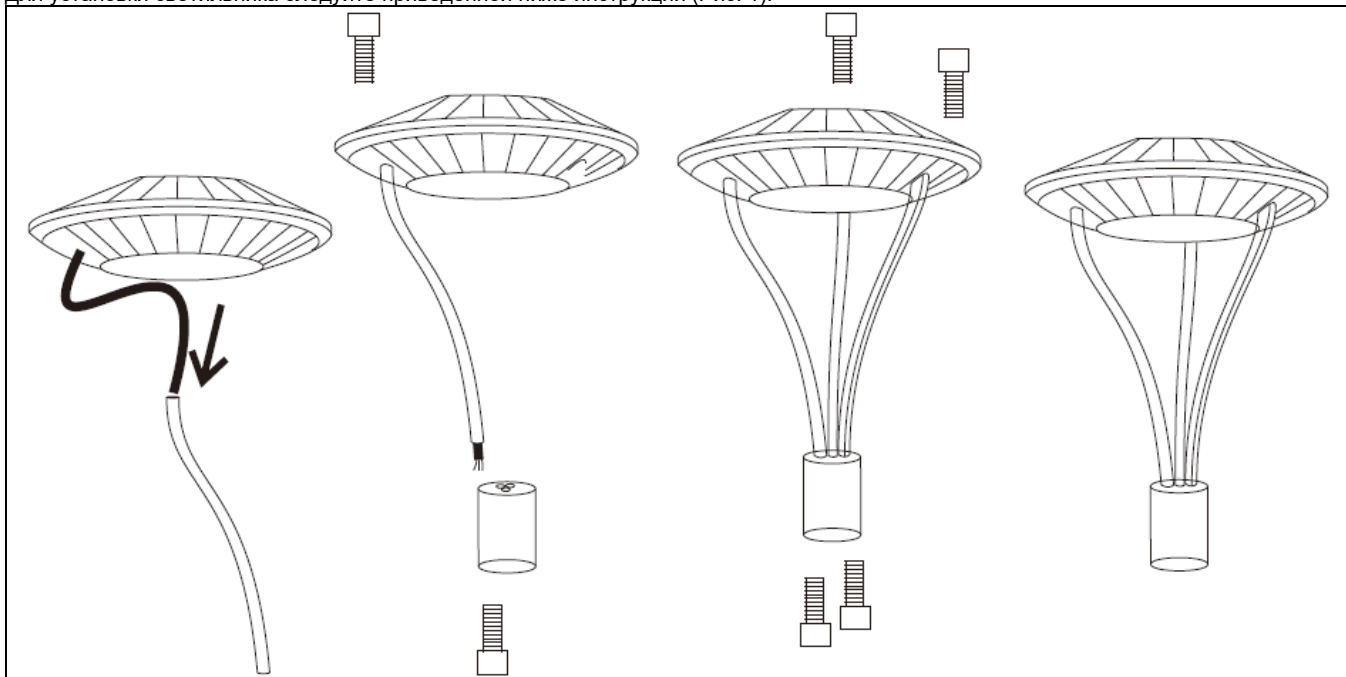

Рис. 1 Схема установки светильника SP7010
- 6.2 Для установки светильника следуйте приведенной ниже инструкции (Рис. 1).